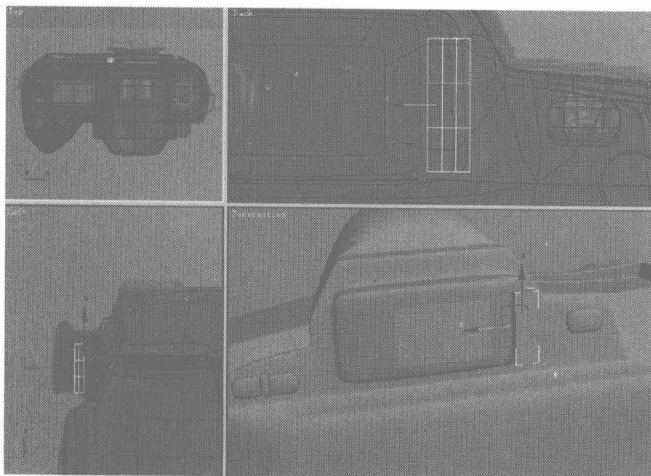
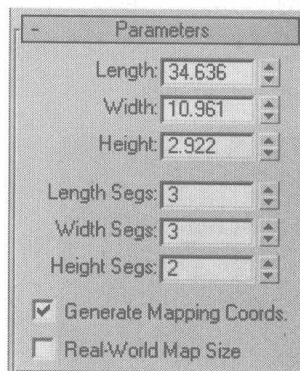

图 6.188
图 6.189
- 01** 在 Create 控制面板中单击 **Box** 按钮，将 Front 视图切换为 Back 视图，在该视图中建立一个如图 6.188 所示的 Box 物体，参数设置如图 6.189 所示，再将该物体转换为可编辑的多边形。